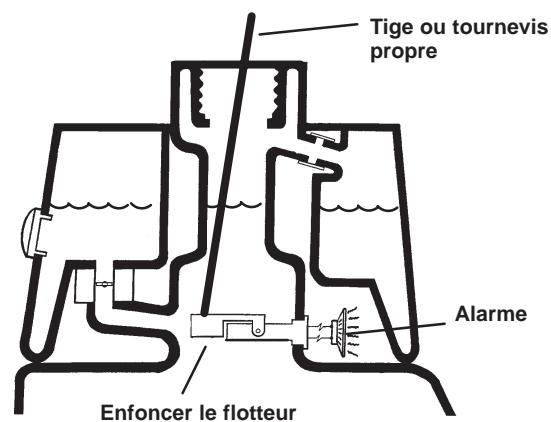

Figure 29
3. Introduisez une tige ou un tournevis propre dans le goulot de remplissage et enfoncez doucement le flotteur (Fig. 29). L'alarme doit se déclencher au bout d'une seconde.